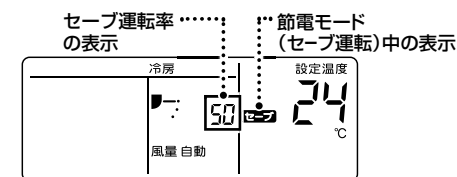

図3: 節電モード（セーブ運転）中の画面
- セーブ運転率の設定後は、節電モード（セーブ運転）中画面が表示されます。(図3)